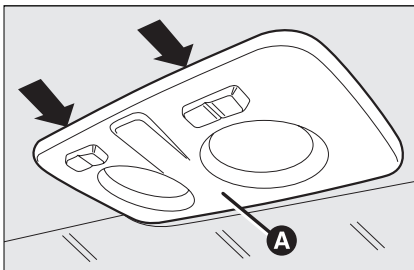
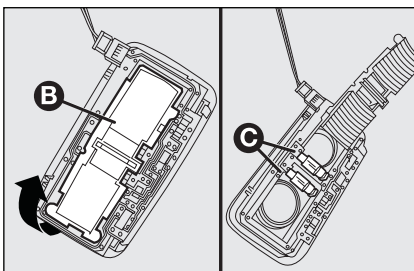

Рис. 36
Рис. 37
- нажмите в местах, указанных стрелками, и снимите плафон **А**, **рис. 36**;
- откройте защитную крышку **В**, **рис. 37**;
- закройте защитную крышку **В**, **рис. 37**, и установите плафон **А**, **рис. 36** на место, надежно закрепив его.